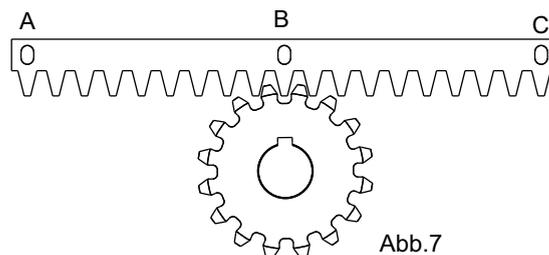
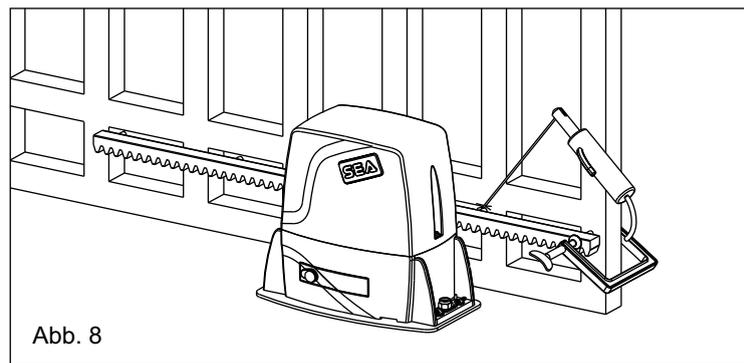

Abb.7
Abb. 8
5.3. Das Zahnstangenelement auf das Zahnrad des Antriebs lehnen, sodass es parallel zur Bodenschiene des Tores liegt, wie in Abb. 7 positionieren und den mittleren Stift an die Torstruktur festschweißen (Abb.8).